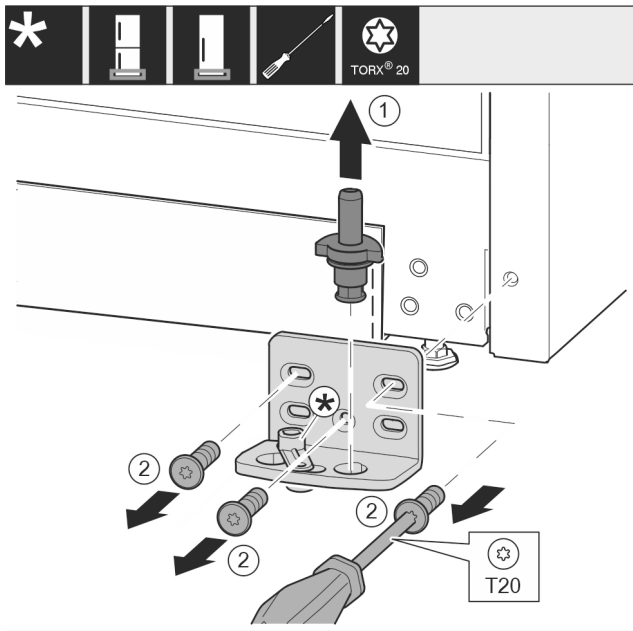

Fig. 10
- ▶ Опорный палец полностью извлеките движением вверх. Fig. 10 (1)
- ▶ Открутите винты отверткой T20 и снимите опорный кронштейн. Fig. 10 (2)